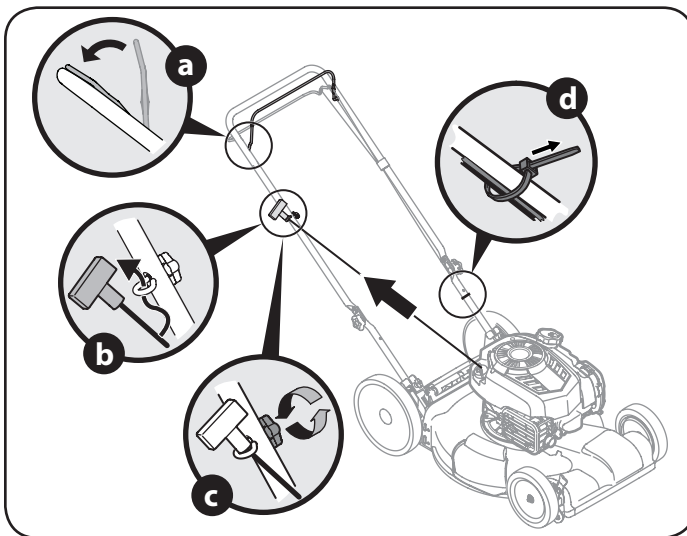

Figura 6
4. La guía de la cuerda, que está conectada a la varilla de sostén, se encuentra sobre el lado derecho de la manija inferior. Vea la Figura 6.